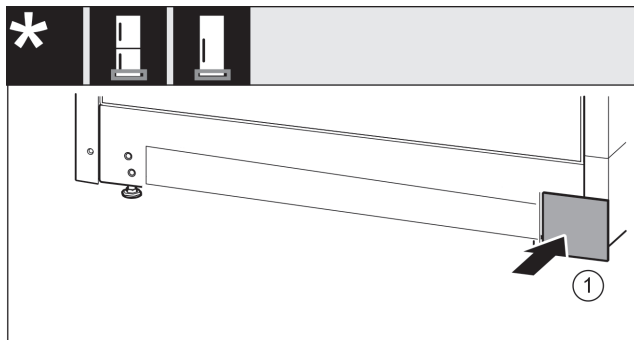

Fig. 16
- Aseta suojus takaisin paikoilleen toisella puolella. Fig. 16 (1)